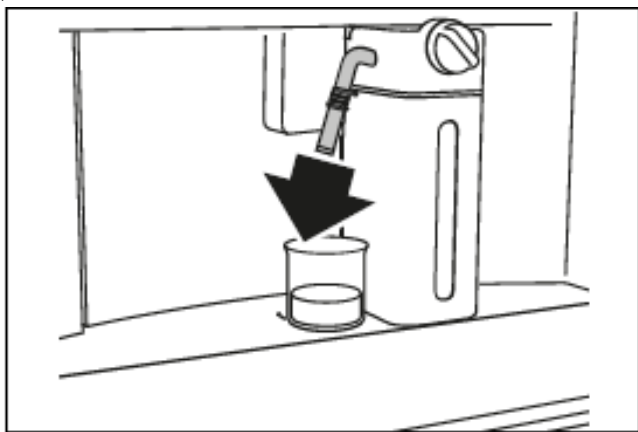

Рис. 36
- 2) Поставьте чашку или другую емкость под носик подачи вспененного молока (рис. 36):